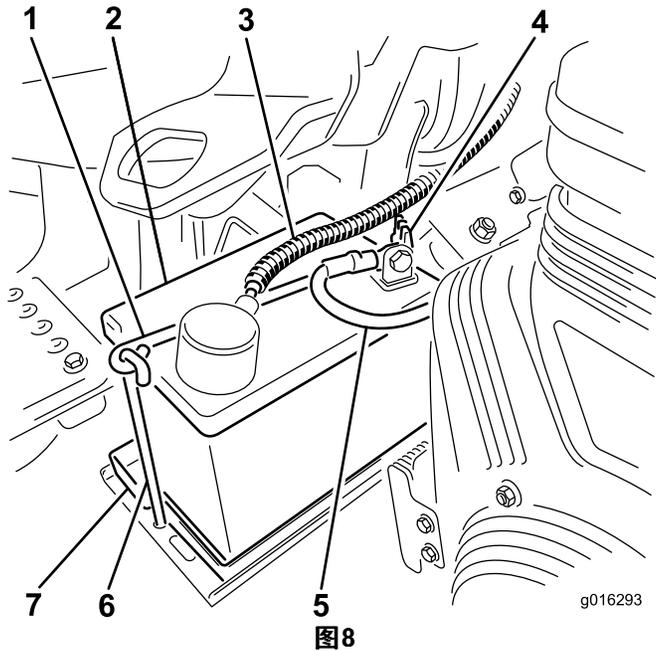

图8
7. 将电池放在电池座盘上，用之前拆下的电池夹和紧固件固定。图8
端子（图8）。将橡皮套滑动到正极电池端子上，防止可能发生的短路情况。